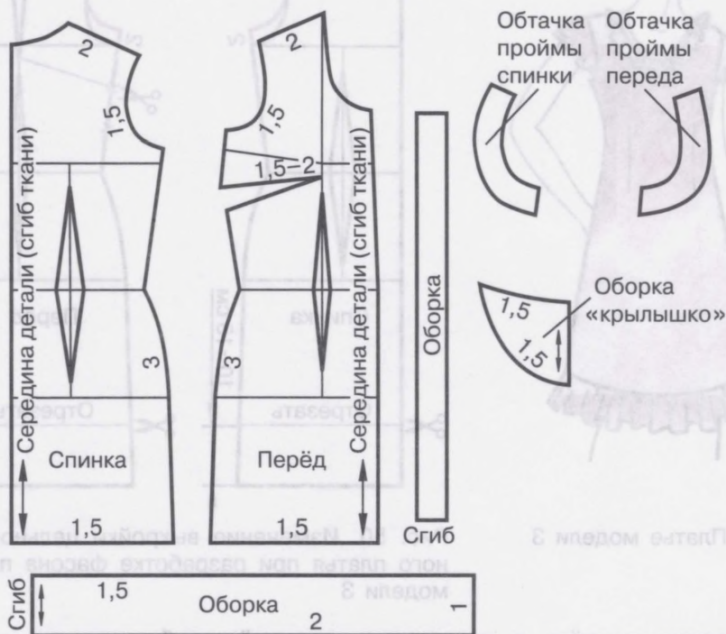

Рис. 52. Подготовка деталей выкройки платья модели 3 к раскрою
9. Подготовить детали выкройки платья к раскрою (рис. 52).